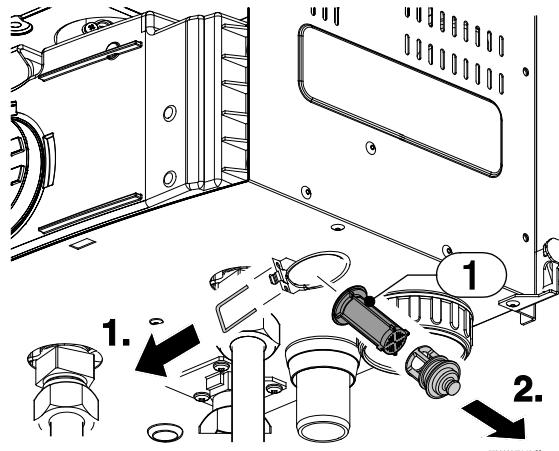

Fig. 70
- Demonteer de waterfilter (1), zie fig. 70.
- Démonter le filtre d'eau (1), voir fig. 70.